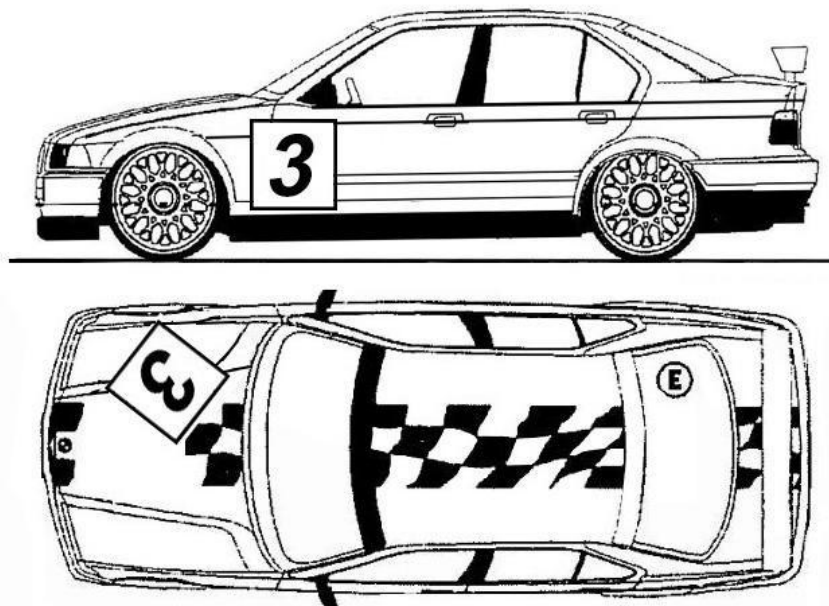

Figura 17 :
9.1.7 **Disposizione numeri di gara:** prima della partenza delle manche di qualifica e delle fasi finali i Piloti sono obbligati a posizionare sulla propria carrozzeria i numeri di gara, consegnati dagli Organizzatori, **vedi Figura 17 (in questa pagina)**, al fine di garantire una maggiore visibilità da parte della Direzione di Gara. La non corretta posizione dei numeri gara comporta il richiamo del modello del Pilota.